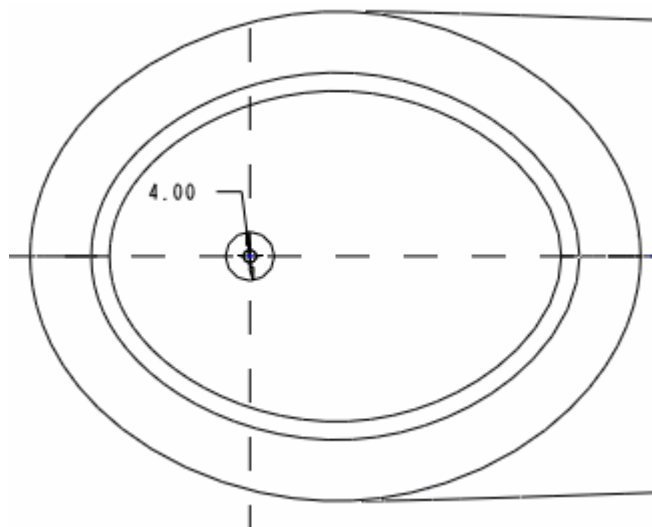

图 61-22
- (2) 单击按钮 ，打开【剖面】对话框，选择步骤 8 偏移后的椭圆端面为草绘平面。
(3) 在草绘环境中绘制如图 61-22 所示的直径为 4 的小圆。